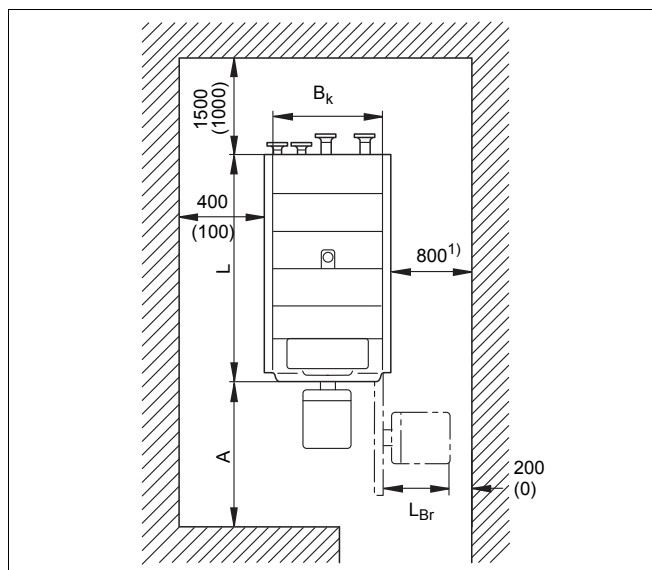

Рис. 2 Установочные размеры газовых конденсационных котлов серии SB735 (размеры в мм, в скобках приведены минимальные расстояния)
При установке отопительного котла следует учитывать минимальные расстояния от стен, необходимые для проведения монтажа и технического обслуживания (рис. 2).
- Уложите теплоизоляционные маты корпуса вырезами на косынки жесткости (рис. 2, поз. 1).